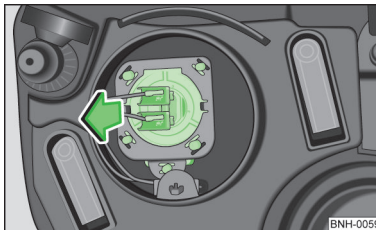

Abb. 160
- Den Stecker mit der Glühlampe mit Wackelbewegungen in Pfeilrichtung herausziehen » Abb. 160.